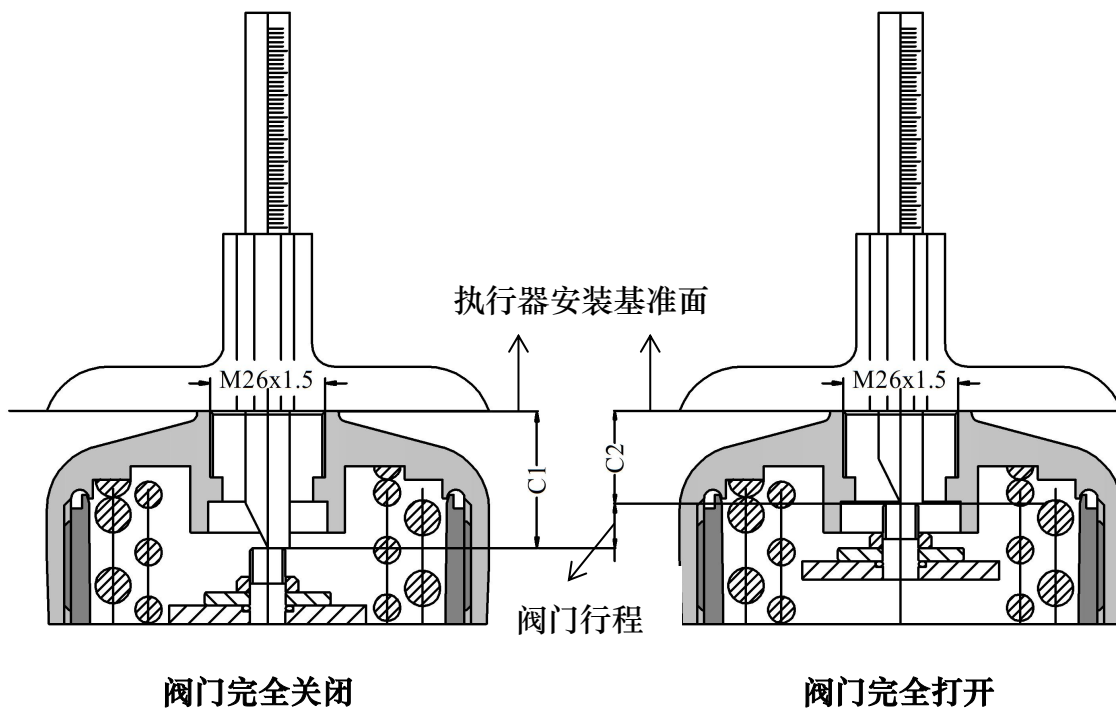

图 38. C1 值和 C2 值测量
①	传感器	1	反馈阀门开度位置
②	安装板	1	连接定位器与执行器
③	O 型圈	2	$\Phi 20 \times 2$
④	固定件	2	用于固定安装板, G1/4 螺纹
⑤	M8 六角头螺栓	4	M8 \times 16
⑥	传感器接头	1	将传感器连接到定位器
- 阀门处于完全关闭和完全打开状态时, 用深度尺分别测量执行器阀杆顶端到执行器顶部安装基准面的距离 C1 值和 C2 值 (图 38 中标注所示), 并记录。